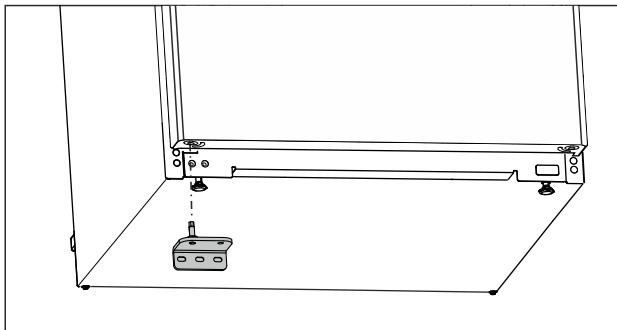

Fig. 21
- Įstatykite apatinę atraminę gembę priešingoje pusėje. (žr. Fig. 21)